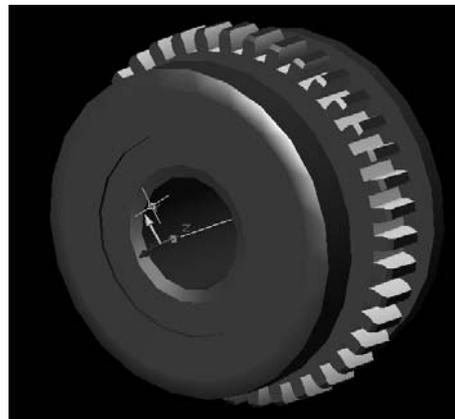

Рисунок 5.7
- вычесть впадины из зубчатого колеса (рисунок 5.7);